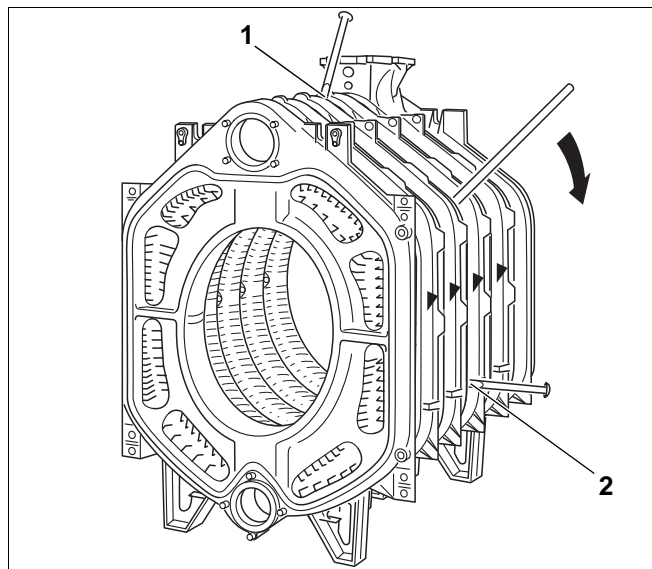

Рис. 24
- Вставив (забив) клинья или зубило сверху и снизу между секциями в предусмотренных местах (рис. 24, поз. 1 и 2), разобрать котел в месте утечки.